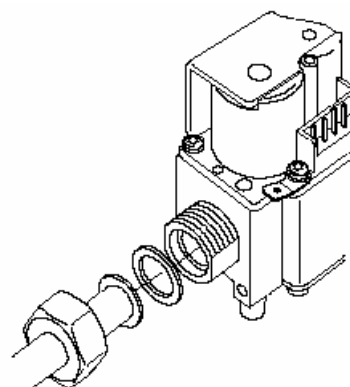

Рис. 4. Соединение с внешней резьбой с гайкой и торцевым уплотнительным кольцом
С гайкой $\frac{1}{2}$ " и торцевым уплотнительным кольцом для трубы 14 мм (смотрите рис. 4.)
С гайкой $\frac{1}{2}$ " и торцевым уплотнительным кольцом для трубы 15 мм (смотрите рис. 4.)
- С гайкой $\frac{3}{4}$ " и торцевым уплотнительным кольцом для трубы 15 мм (смотрите рис. 4.)
- С гайкой $\frac{3}{4}$ " и торцевым уплотнительным кольцом для трубы 18 мм (смотрите рис. 4.)